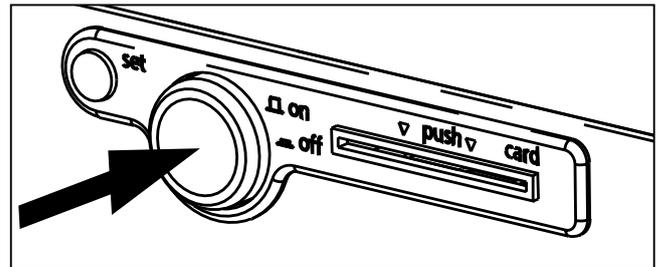

Abb. 21 Konstantklima-Kammer ausschalten
1. Gerät ausschalten. Dazu den Hauptschalter an der Bedienoberfläche drücken, so dass er im Gerät einrastet (Abb. 21).